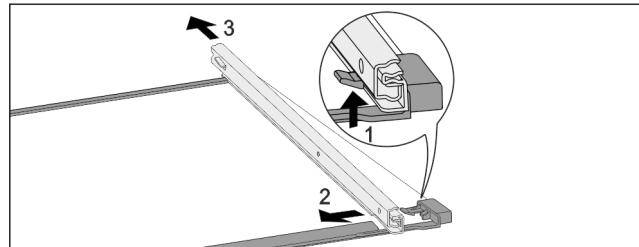

Fig. 81 Стеклянная пластина с направляющими
- Отожмите передний стопорный крючок вверх. Fig. 81 (1)
- Сдвиньте выдвижную направляющую в сторону Fig. 81 (2) и назад Fig. 81 (3).